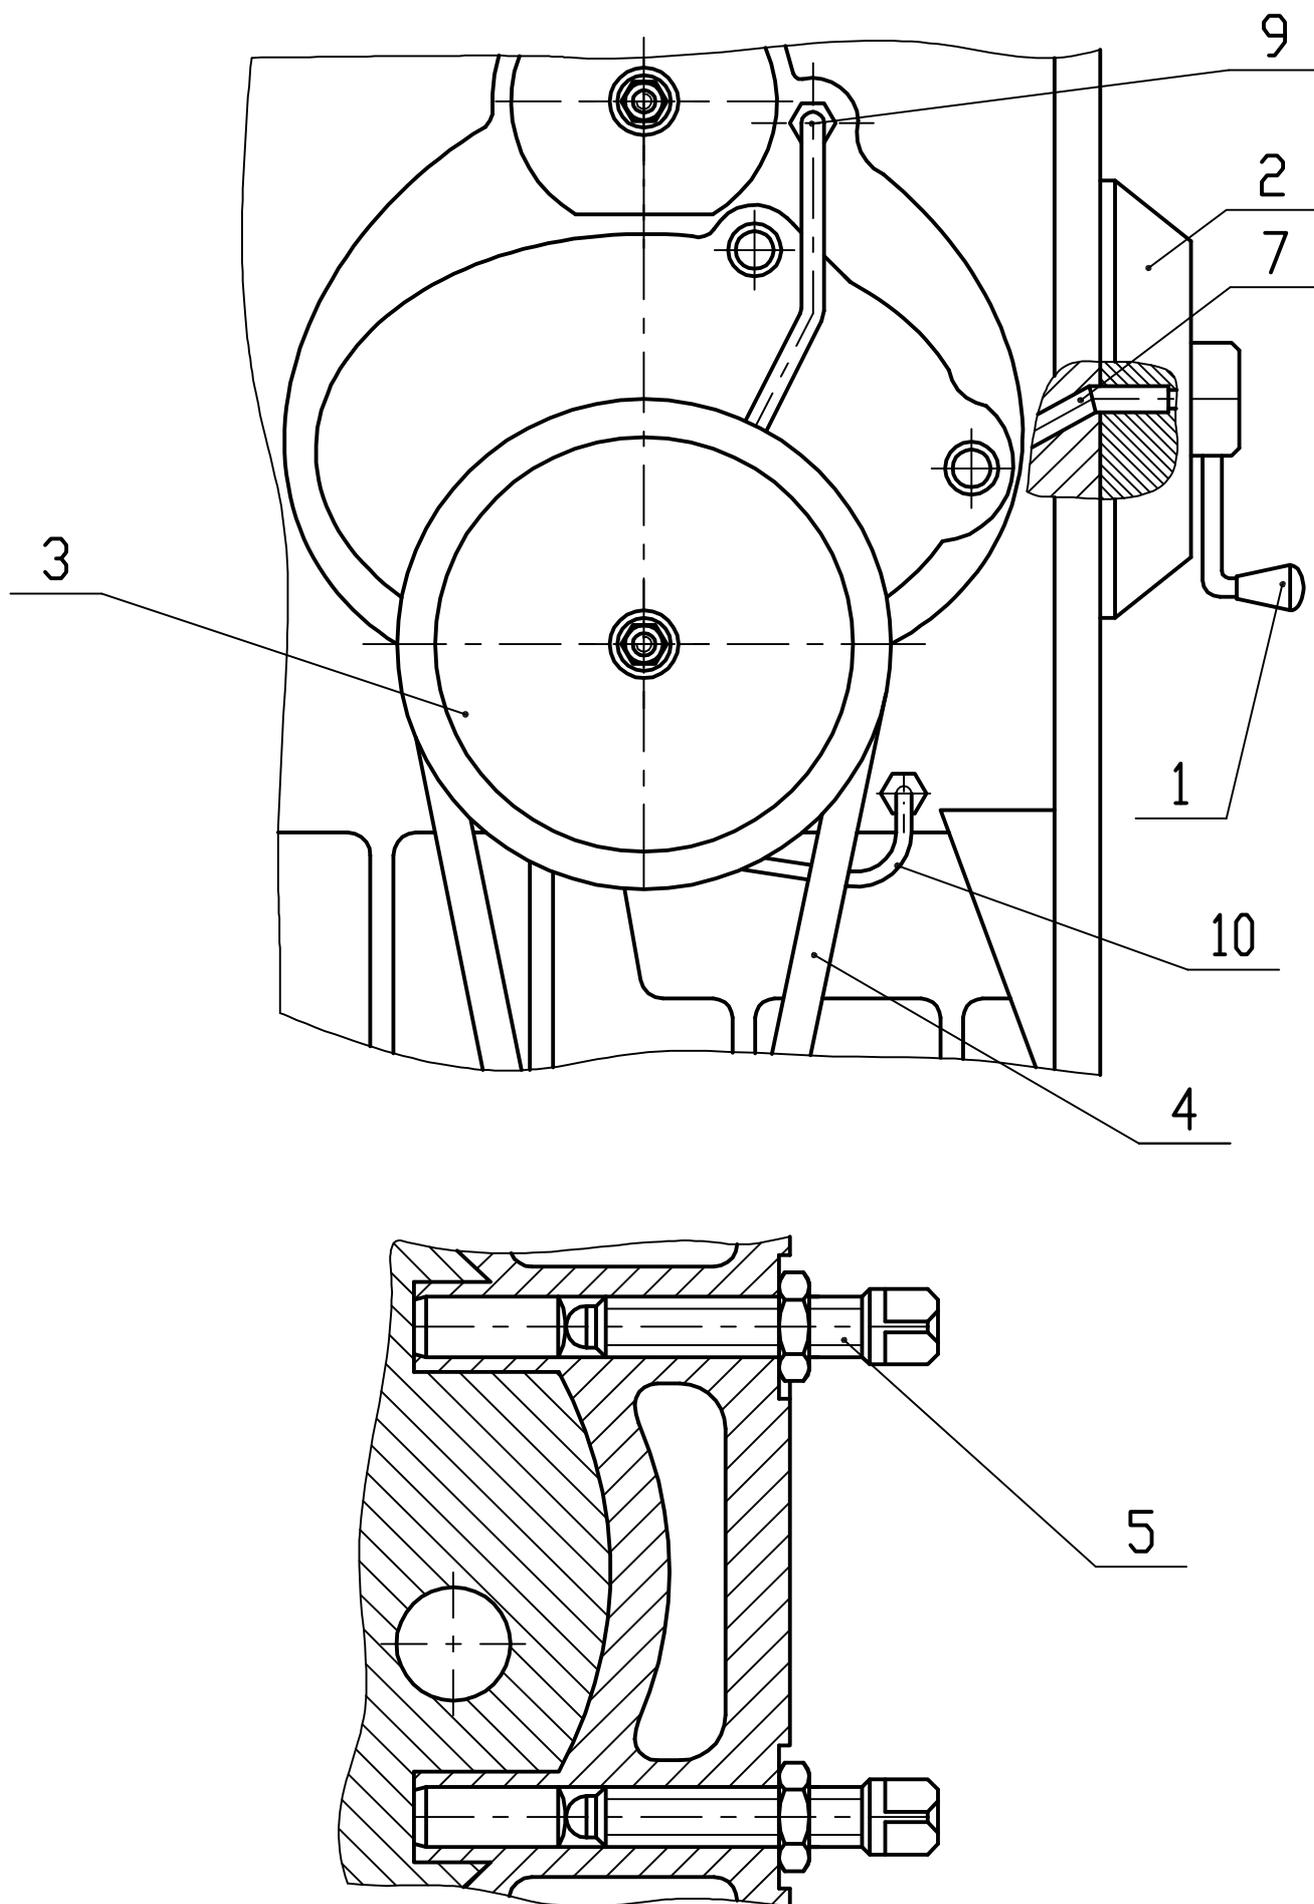

Рисунок 12.2 – Крепежные детали коробки скоростей
- снять кривошип 1 и шкалу 2, снять механизм переключения частоты вращения (рисунок 12.2);
ВНИМАНИЕ! ВИНТОМ 5 ОСУЩЕСТВЛЯЕТСЯ РЕГУЛИРОВКА ЗАЗОРА МЕЖДУ ЗУЗЬЯМИ (РИСУНОК 12.2).